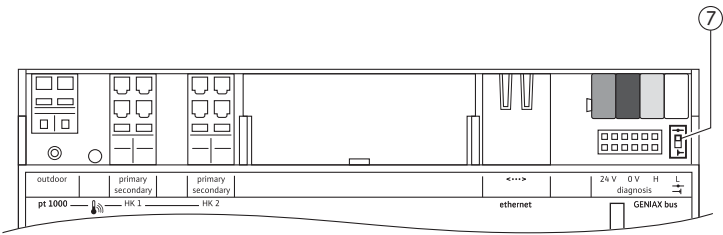

Fig.14-4: Terminierungsschalter Geniax Server
Der Geniax Server verfügt über einen Bus-Abschlusswiderstand von 120 Ω. Dieser kann über den Terminierungsschalter (7) (Fig. 14-4) aktiviert werden.
- Bus-Abschlusswiderstand aktivieren: Terminierungsschalter (7) in Stellung  schalten.